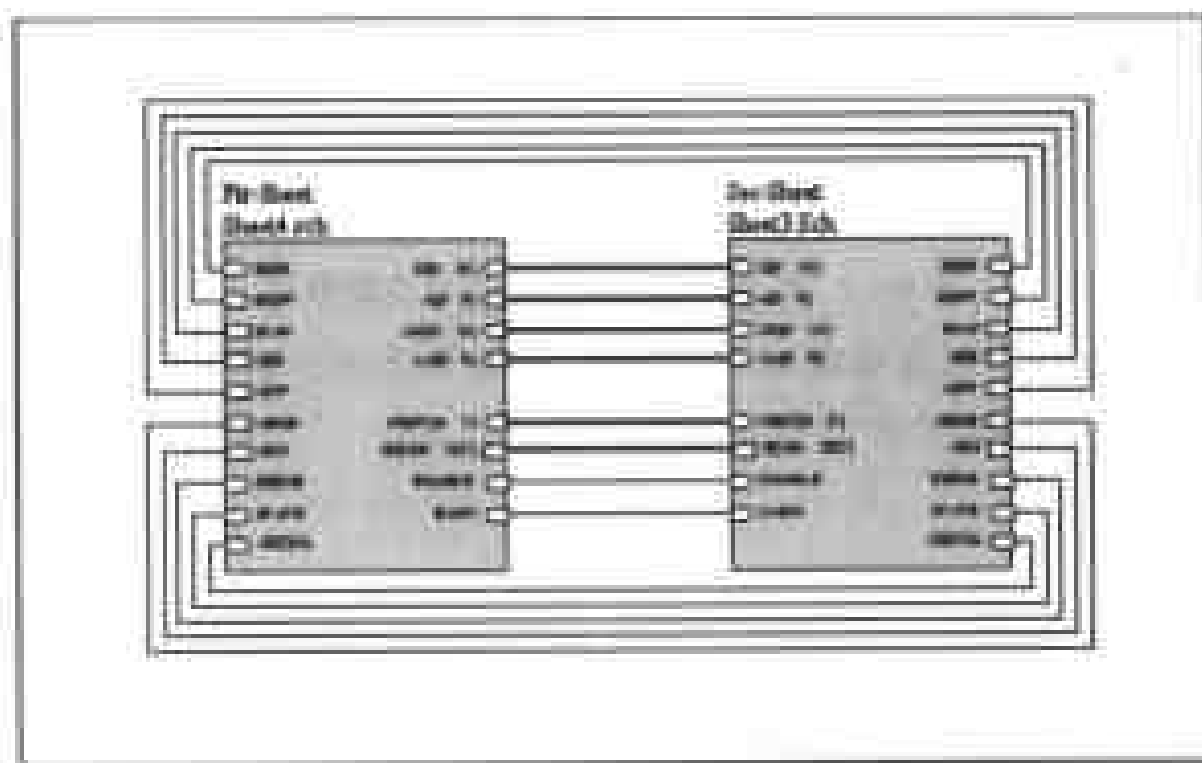

图 4-15 层次原理图的总图效果
(5) 在 Wiring Tools 工具栏中单击  按钮,选择绘制导线的工具,在图纸中绘制导线,将方块电路中其他代表单一对应关系的电路端口连接起来(其具体操作办法前面章节中已经介绍过了),最终得到如图 4-15 所示的层次原理图的总图。
(1) 打开前面绘制的层次原理图的总图,如图 4-15 所示,然后选择 Design > Create Sheet From Symbol。